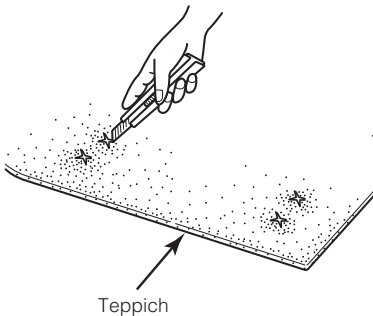

Abb. 11
- 4.** Bringen Sie die Teppichauskleidung wieder in Position und schneiden Sie an den Stellen, an denen sich die Befestigungsschrauben befinden, x-förmige Ausschnitte in den Teppich. (Abb. 11)